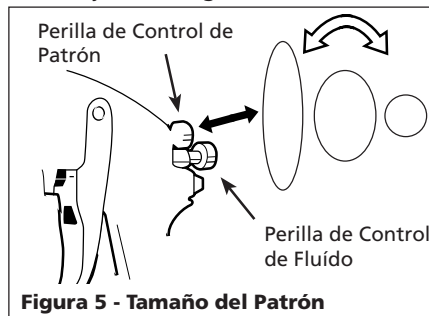

Figura 5 - Tamaño del Patrón
- Seleccione la forma del patrón. Si desea cubrir una superficie amplia, gire la perilla de control en sentido contrario a las agujas del reloj. Si desea un patrón circular, gírela en el mismo sentido de las agujas del reloj (Vea la Figura 5).
- Gire la perilla de control totalmente en el mismo sentido de las agujas del reloj, para cerrarlo (Vea la Figura 5).